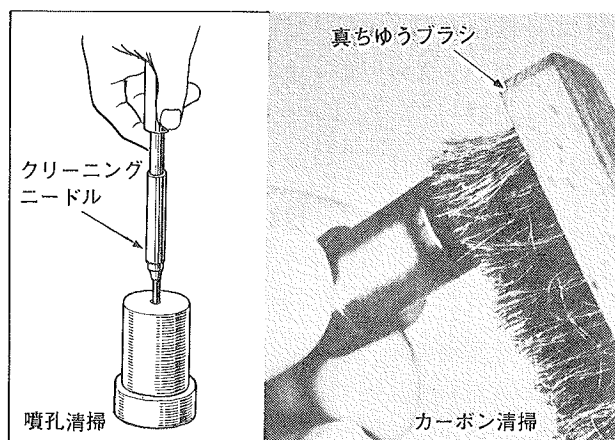

図4-315 ノズル ボデー清掃
- (2) ノズル ボデー噴孔は、図4-315のようにクリーニング ニードルで清掃する。
- (3) ノズル ボデー外部（ラツピング角を除く）のカーボンは、図4-315のように真ちゅうブラシで行なう。
- (4) ノズル ニードルに付着したカーボンは、木片で清掃を行なう。